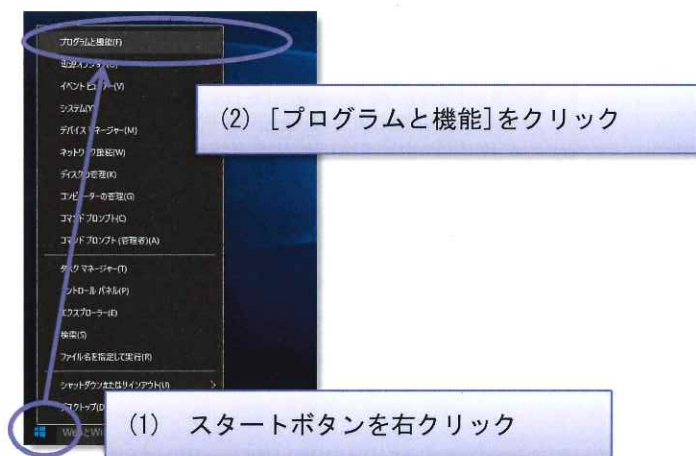

図 2.6 プログラムと機能
- (1) スタートボタンを右クリックして表示されたメニューから [プログラムと機能] をクリックするか、スタートメニューより [Windows システムツール > コントロールパネル] と選択し、[プログラムと機能] を選択します。（図 2.6）